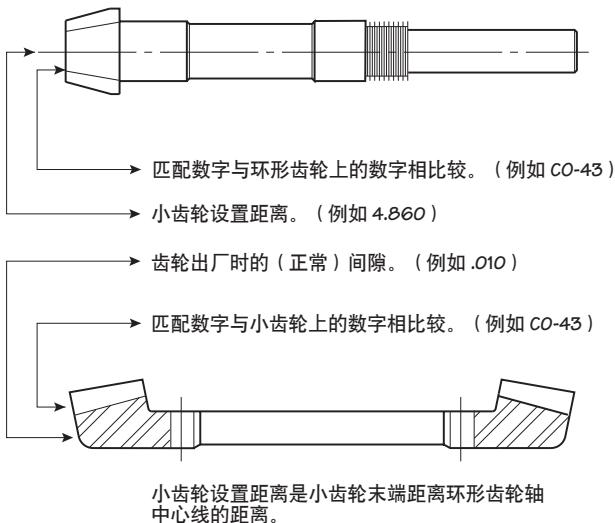

图 11 齿轮匹配数字和设置数据
在小齿轮架中装配新小齿轮前, 请检查小齿轮和螺旋锥环形齿轮的匹配数字, 确保它们是匹配的齿轮组。齿轮出厂时就匹配成组包好了, 不应分开。如图 11 所示, 数字蚀刻在小齿轮和环形齿轮上。
1. 将 O 型环 (702) 装到小齿轮架子组合件上。
2. 用正确数量的垫片将小齿轮架子组合件用螺栓固定到外壳，达到小齿轮正面蚀刻指示的小齿轮设置距离。请参见 **图 11**。旋紧至  $102 \text{ N}\cdot\text{m}$  扭矩。
5. 安装定位销 (20) 以对齐轴承孔。用旋紧至  $102 \text{ N}\cdot\text{m}$  扭矩的帽螺栓和眼睛螺栓将外壳盖固定到外壳。
7. 将上风扇轴轴承外圈 (422) 装入减速机外壳盖 (图中未显示)。